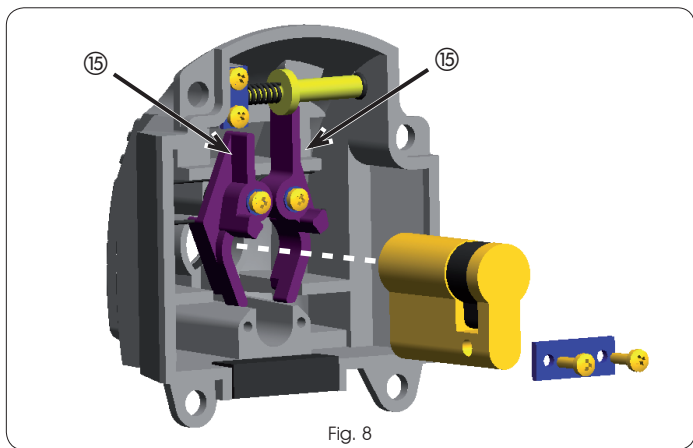

Fig. 8
11. Se non presente, inserire la serratura conforme allo standard DIN 18252 sulla parte frontale del dispositivo XK 21 come mostrato in Fig.8;
Per agevolare l'inserimento della serratura schiacciare le estremità superiori delle leve di azionamento micro come indicato in Fig.8 rif. 15.
12. Fissare la serratura così inserita con l'apposita piastrina e viti a corredo (Fig.8);
- If it is not present, fit the lock, conforming to standard DIN 18252 on the front of the XK 21 device as shown in Fig. 8;
To facilitate fitting the lock, push down the top ends of the levers activating the microswitches as shown in Fig. 8 ref. ⑮.
- Fasten the lock, inserted as above, with the supplied plate and screws (Fig.8);